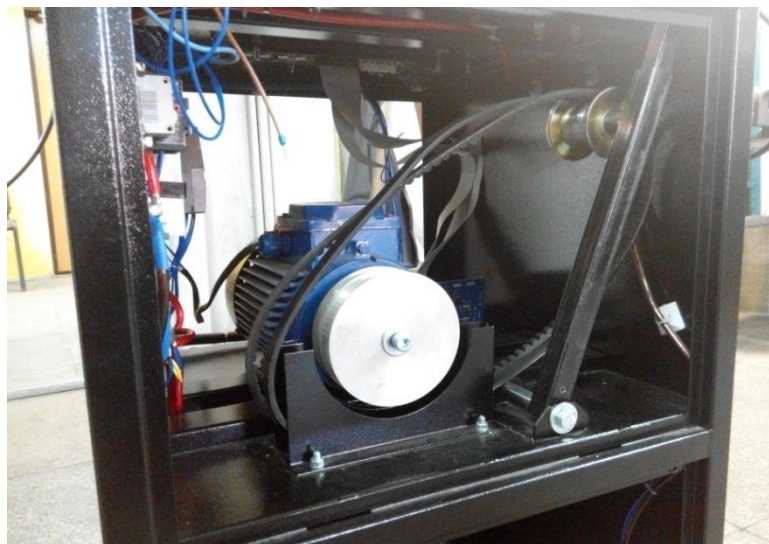

Рисунок 3
- площадка с усилителями для крепления электропривода и механизма натяжения приводного ремня (рисунок 3);